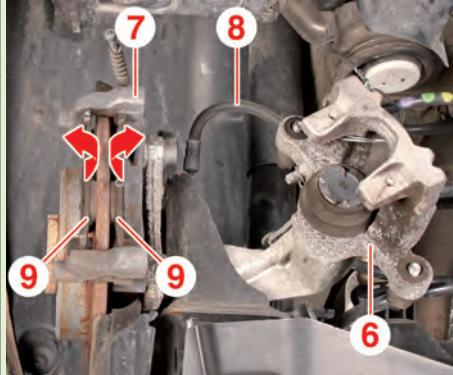

Fig.7
- Dégager l'étrier de frein (6) de son support (7) (Fig.7).
- Ceci, afin d'éviter que le flexible de frein (8) soit en contrainte.